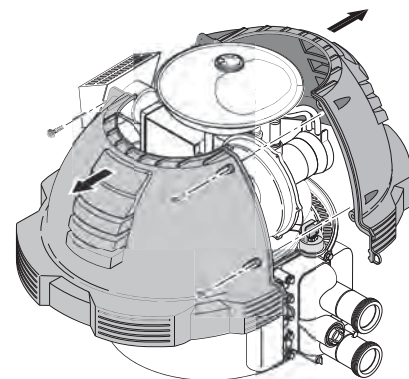

Figura 28.
5. Remueva las sobrecubiertas soltando los tornillos que conectan las dos mitades de la parte superior de la sobrecubierta, ver Figura 28.
3. Remueva las sobrecubiertas, ver Figura 28.